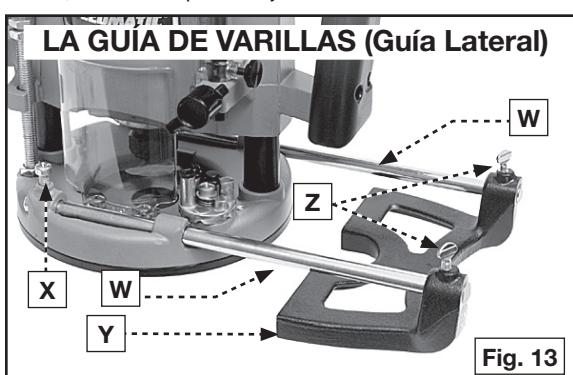

Fig. 13
Para montarla, introduzca los extremos de ranura de las varillas de guía (W) en los agujeros de la base, Fig. 13 y sujetelas con los dos tornillos (X). **TOME NOTA:** Estos tornillos deben engancharse en la ranura de las varillas de guía.) Deslice la guía (Y) Fig. 13, sobre las varillas y ajústela a la posición deseada. Sujétela con los dos tornillos manuales (Z).